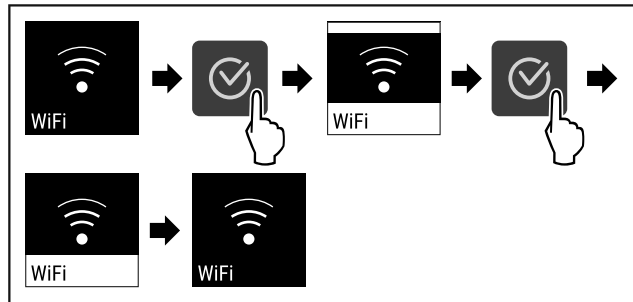

Fig. 86
- ▶ Obavite korake postupka (pogledajte Fig. 86).